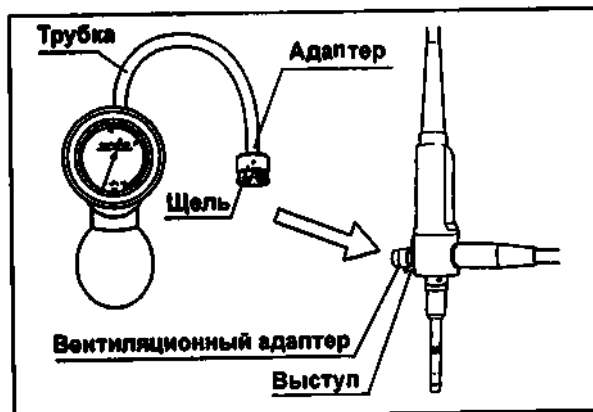

Рисунок 7.9
3. Совместите щель на адаптере с выступом на вентиляционном адаптере эндоскопа. Вставьте адаптер и поверните его по часовой стрелке до упора (см. рис. 7.9).